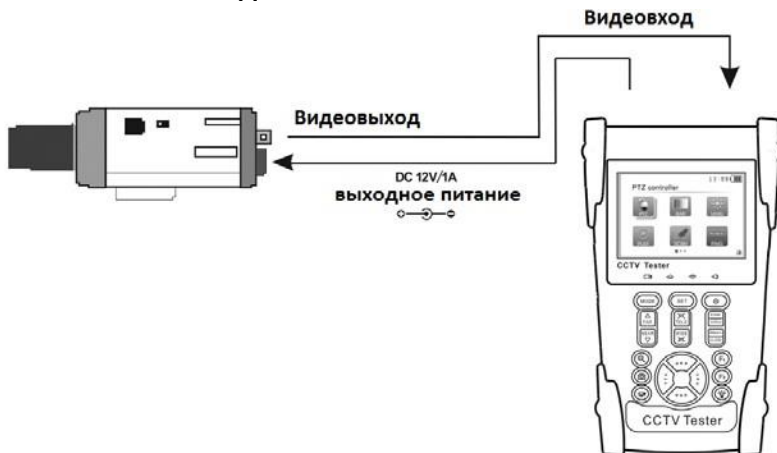

Рис.55 Передача питания от тестера к камере.
- Подключите камеру с напряжением питания 12 вольт и с током потребления не более 1 ампера к выходу CCTV-тестера (Рис.55).